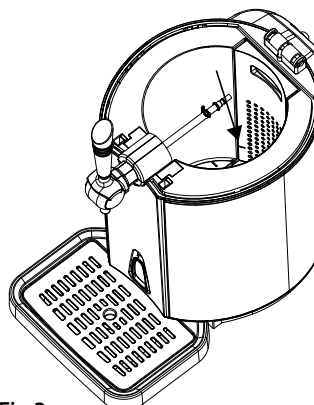

Fig.3
5. Retirez le tube de conduite montante de l'appareil. Versez 800 ml d'eau froide dans la chambre froide. Veillez à ce que le repère MAX soit bien visible dans la chambre froide et qu'aucun autre objet ne s'y trouve (fig. 3).